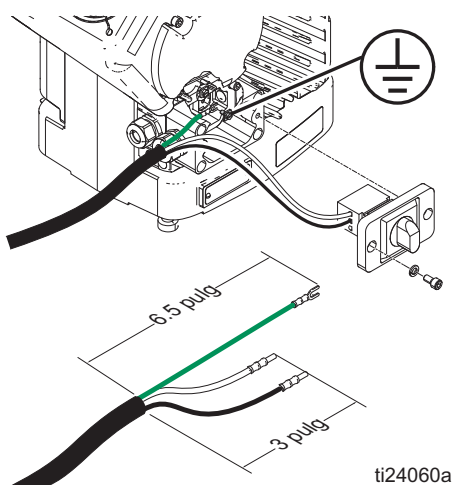

FIG. 1: Cable de alimentación
- Añada casquillos si fuera necesario. Consulte la FIG. 1.